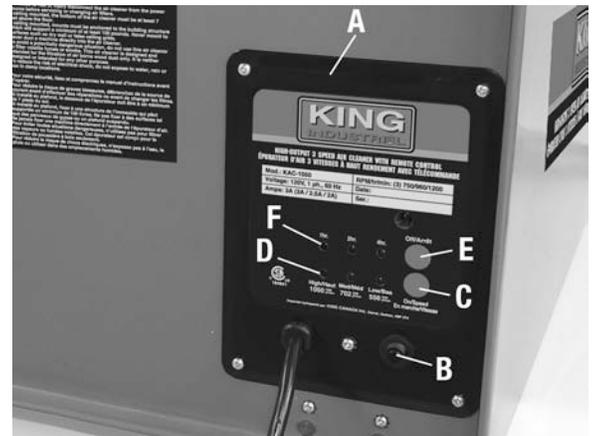
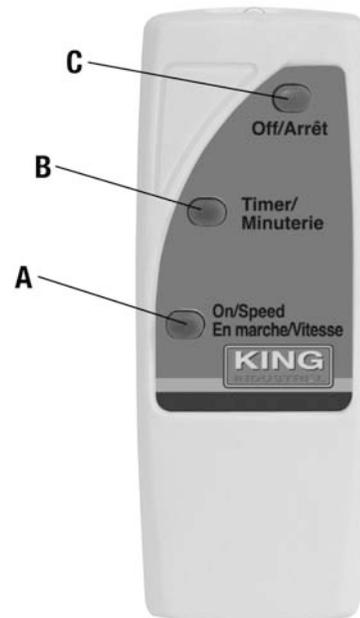

FIGURE 7
FIGURE 8
Le panneau de commande (A) Fig.7 vous permet de manuellement mettre l'épurateur d'air en marche ou l'éteindre ainsi que régler la vitesse du moteur/ventilateur.
Protection thermique: Lorsque le moteur est en surcharge le disjoncteur (B) Fig.7 enclenche et arrête le moteur. Voir Informations Électrique pour plus d'informations.
Bouton En Marche/Vitesse: (C) Fig.7 Le bouton En Marche/Vitesse met en marche l'épurateur d'air, il contrôle aussi les trois différents réglages de vitesse du moteur/ventilateur (bas, moyen, haut). Appuyez sur le bouton En Marche/Vitesse à plusieurs reprises pour changer d'un réglage à l'autre. La vitesse sélectionnée est indiquée par les voyants rouges (D) Fig.7.
Bouton Arrêt: (E) Fig.7 Le bouton Arrêt (Off) éteint l'épurateur d'air.
Bouton En Marche/Vitesse: (A) Fig.8 Le bouton En Marche/Vitesse sur la télécommande met en marche l'épurateur d'air, il contrôle aussi les trois différents réglages de vitesse du moteur/ventilateur (bas, moyen, haut). Appuyez sur le bouton En Marche/Vitesse à plusieurs reprises pour changer d'un réglage à l'autre. La vitesse sélectionnée est indiquée par les voyants rouges (D) Fig.7 sur le panneau de commande.
Bouton minuterie: (B) Fig.8 Le bouton minuterie contrôle les trois réglages différents qui sont:
1H- Le voyant DEL 1hr. (F) Fig.7 sur le panneau de commande s'allumera avec une touche du bouton. L'épurateur d'air fonctionnera pour 1 heure et s'éteindra automatiquement.
2H- Le voyant DEL 2hr. (F) Fig.7 sur le panneau de commande s'allumera avec deux touches du bouton. L'épurateur d'air fonctionnera pour 2 heures et s'éteindra automatiquement.
4H- Le voyant DEL 4hr. (F) Fig.7 sur le panneau de commande s'allumera avec trois touches du bouton. L'épurateur d'air fonctionnera pour 4 heures et s'éteindra automatiquement.
Bouton Arrêt: (C) Fig.8 Le bouton Arrêt (Off) éteint l'épurateur d'air.